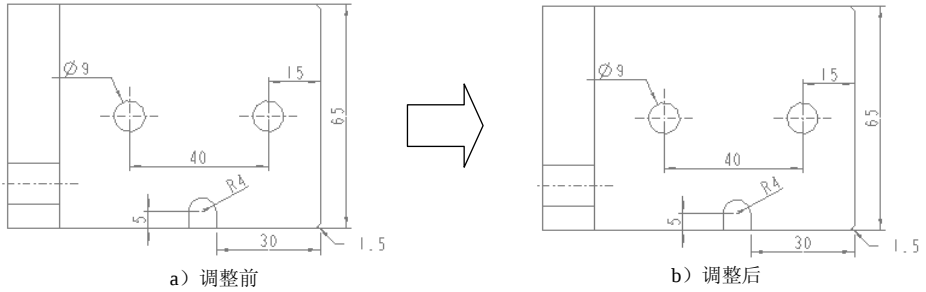

图 10.11.23 调整俯视图中各尺寸的位置
(2) 用相同的方法调整其余尺寸的位置。
Step6. 调整俯视图中各尺寸的位置（如图 10.11.23 所示）。